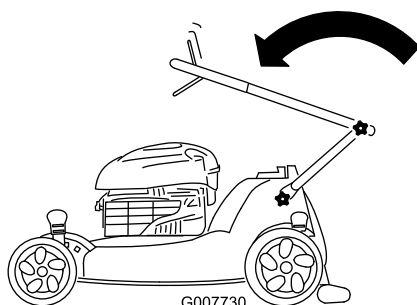

Bild 53
2. Klappen Sie den oberen Bügel nach vorne, siehe Bild 53.